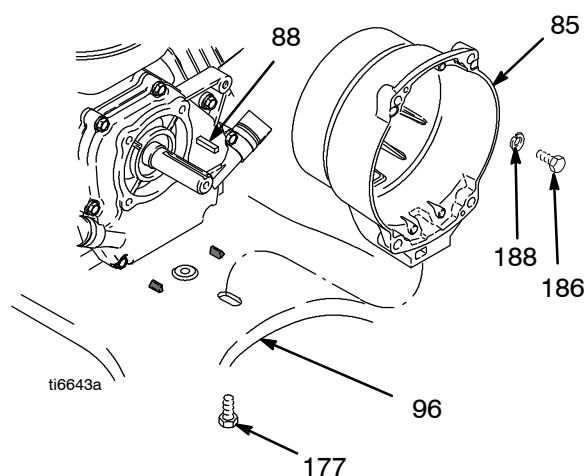

Fig. 10
1. Fig. 10. Skruva bort fyra bultar (186) och låsbrickor (188) som fäster kopplingshuset (85) till motorn.
2. Skruva ur bulten (177) från undersidan av fästplattan (96).
3. Dra av kopplingshuset (85).
1. Fig. 10. Tryck på kopplingshuset (5).
2. Skruva i fyra bultar (186) och låsbrickor (188) och fäst kopplingshuset (85) på motorn. Dra åt till moment 22,6 N•m.
3. Skruva i bulten (177) från undersidan av fästplattan (96). Dra åt till moment 35,2 N•m.